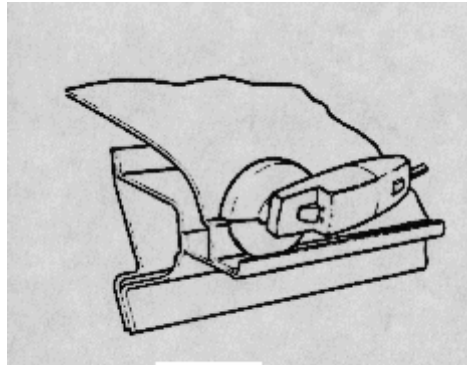

figura 6
9.- Corte con amoladora de disco rígido.- Con las amoladoras pequeñas de 115 y 125 mm. se están empleando discos de 1 mm. de espesor que hacen unos cortes muy finos en la chapa y están desbancando por su comodidad y accesibilidad a otros sistemas (figura 6)